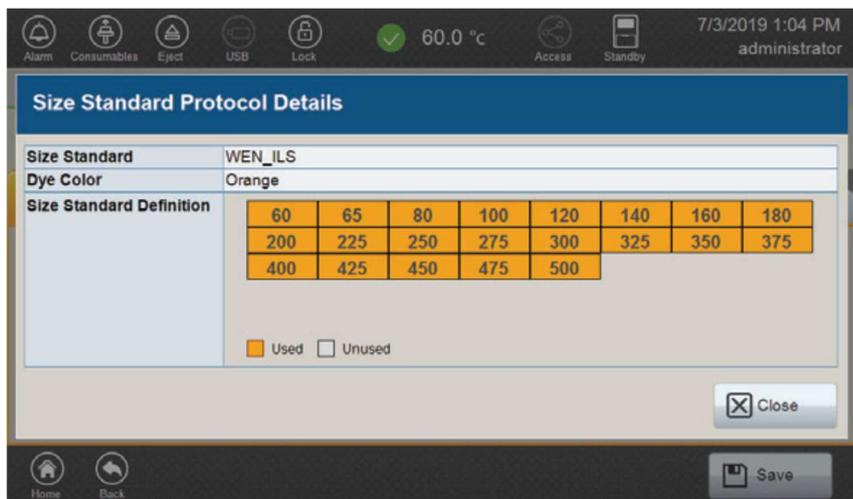

図 129 New Sizecalling Protocol 画面の Size Standard Protocol Details
Size Standard	<p>Sizing quality (SQ) と電気泳動の quality (EQ) を計算するときには、Sizecalling protocol で使用する Size standard (図 129) を定義し、sizecalling protocol で使用する size standard 内のピークを指定します。SQ や EQ を定義づけするためには、セクション 5.7 の Result タブを参照してください。</p> <p>注：選択した Size standard は、サンプルとして使用されるものと一致しなければなりません。</p>
4. **Detail** を選択し、Size Standard Protocol のパラメーターを確認してください。(図 129)